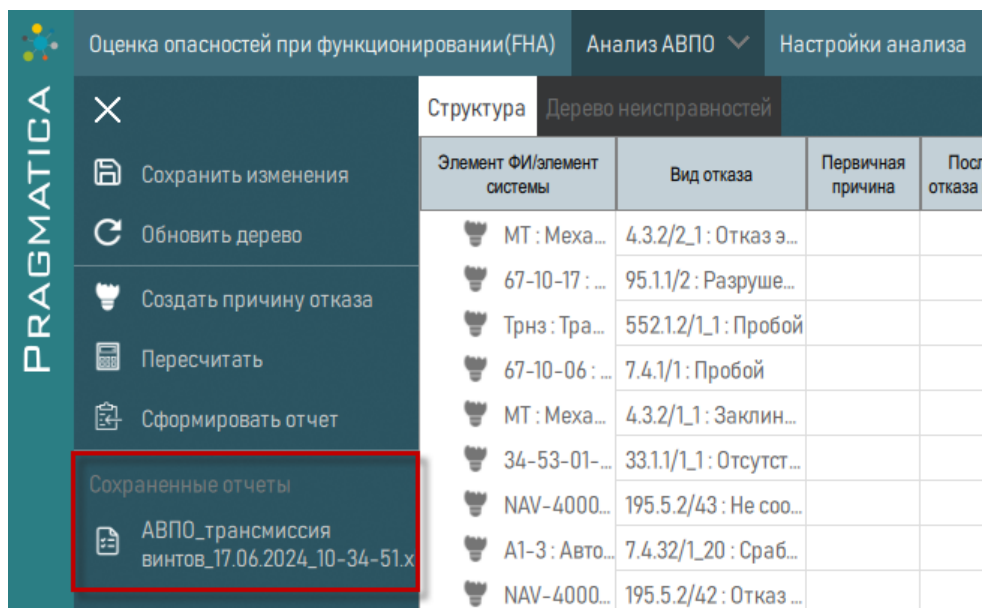

Рисунок 259 – Сохраненные отчеты АВПО
2) Сформированный отчет отобразится в секции «Сохраненные отчеты» (рисунок 259).